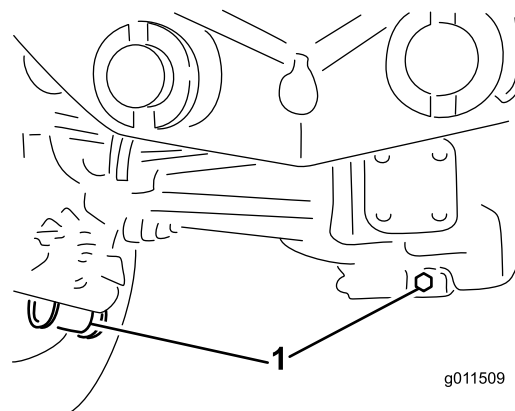

図 60
2. ドレンプラグそれぞれの端部に 1 本ずつ、中央に 1 本全部で 3 本の周囲をきれいにする 図 60。